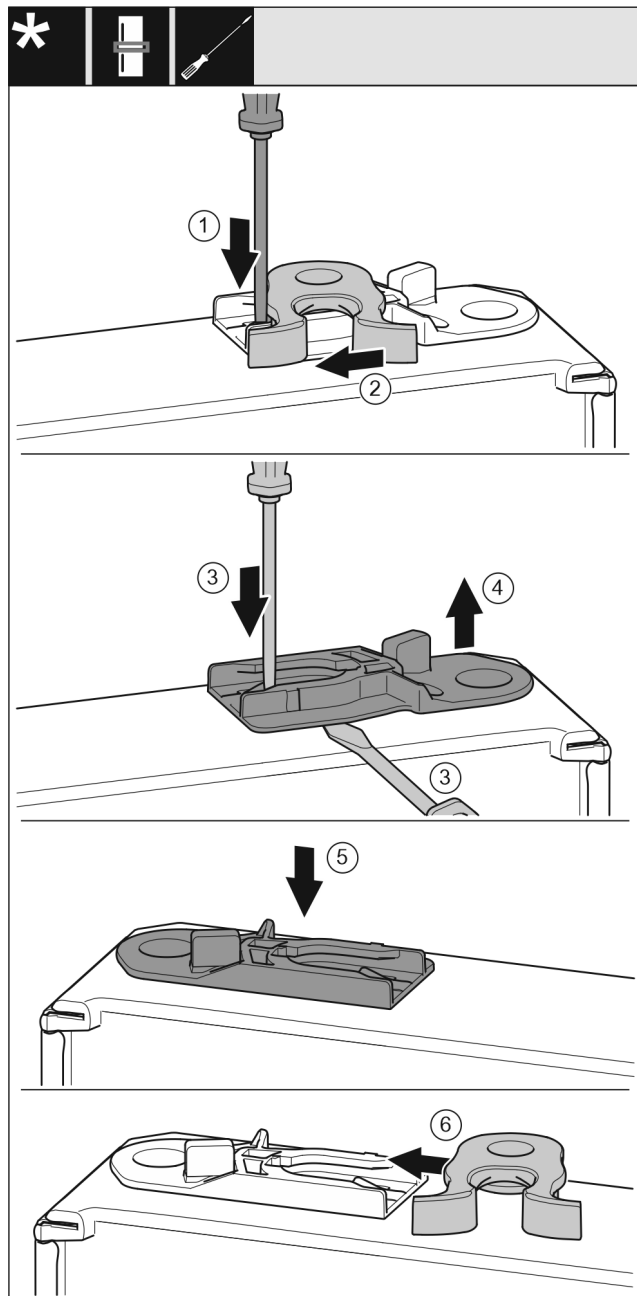

Fig. 18
- ▶ Nakładkę wcisnąć w dół przy pomocy śrubokręta. Fig. 18 (1)
- ▶ Hak zamykający wyjąć z prowadnicy. Fig. 18 (2)
- ▶ Wyjąć tuleję prowadzącą: Nakładkę wcisnąć przy pomocy śrubokręta i jednocześnie przesunąć śrubokrętem pod tuleję prowadzącą. Fig. 18 (3, 4)
- ▶ Tuleję prowadzącą, objętą zakresem dostawy wsunąć po drugiej stronie obudowy. Fig. 18 (5)
- ▶ Hak zamykający wsunąć do prowadnicy. Fig. 18 (6)